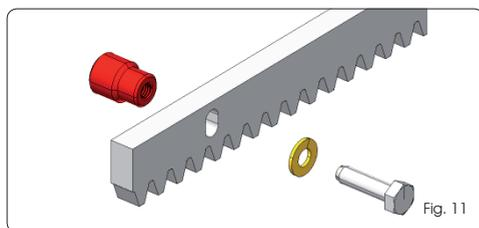

Fig. 11
5.4.1 CREMALLERA DE ACERO PARA SOLDAR (Fig. 11)